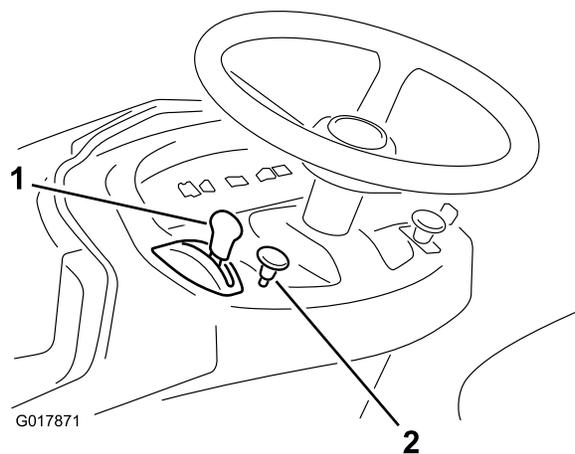

Figura 9
- Si el motor está frío, tire hacia fuera del mando del estérter (Figura 9).
- Cuando el motor arranque, mueva lentamente la palanca de control del acelerador a la posición de Rápido (Figura 9).
- Mueva la palanca del acelerador a la posición de Lento (Figura 9).